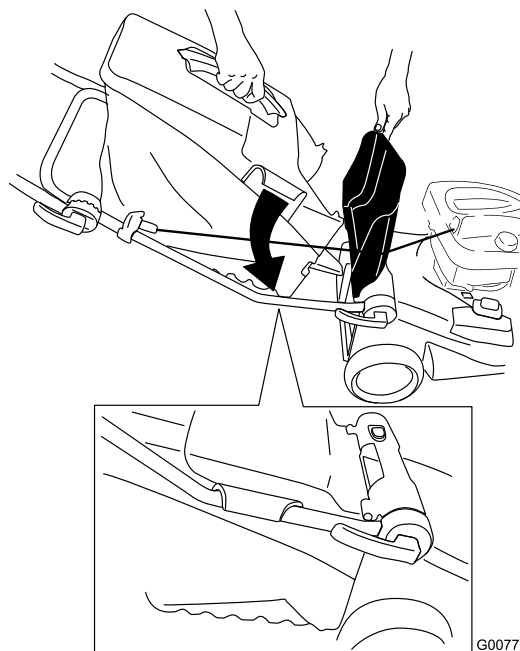

Bild 18
2. Heben Sie die hintere Klappe an und hängen Sie den Fangkorb am Griff ein; senken Sie die hintere Klappe dann ab (Bild 18).